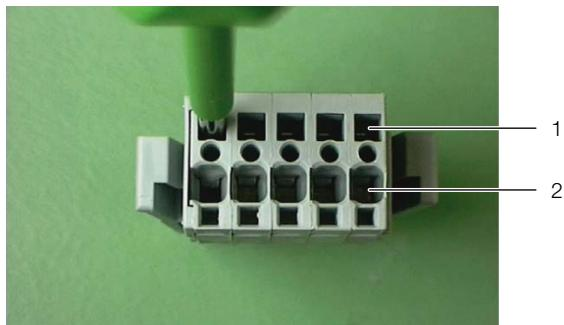

Abb. 80: Anschlussstecker – Rückseite
- Führen Sie einen geeigneten Schraubendreher (Klingenmaße 3,5 x 0,5 mm) in eine Betätigungsöffnung (Abb. 80, Pos. 1) ein und öffnen Sie die zugehörige Klemmstelle der Leitereinführung (Abb. 80, Pos. 2).